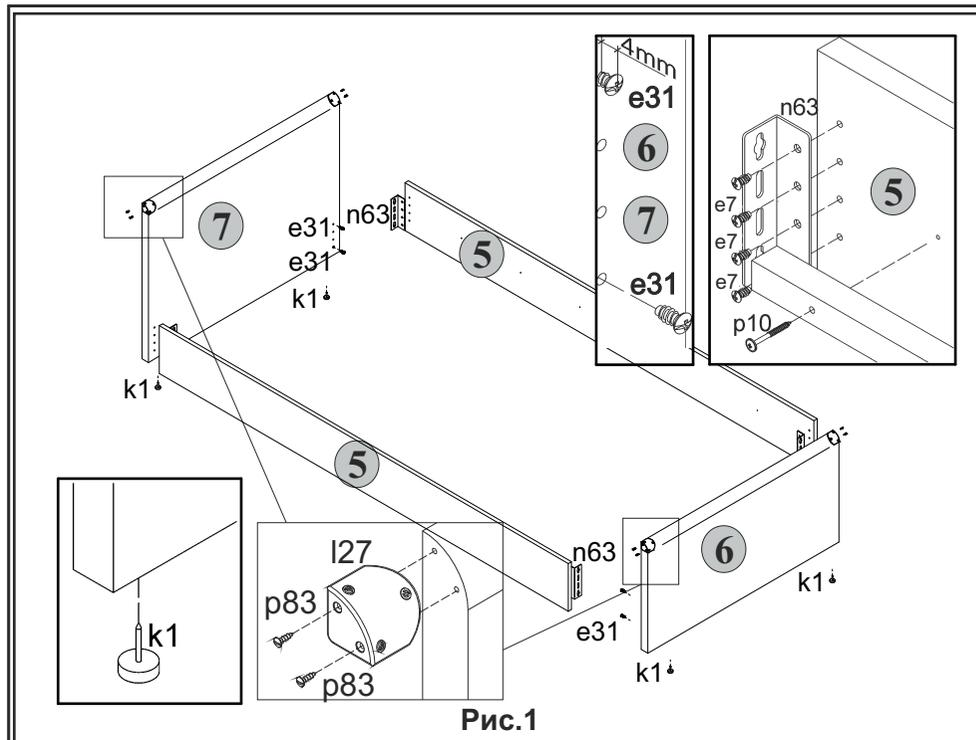

Рис.1
3. На нижних краях деталей **6, 7** закрепить опоры (подпятники) **k1** (**см.рис.1**).